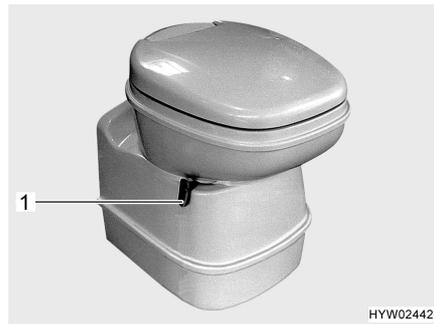
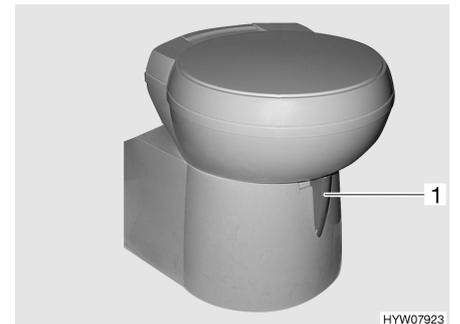

Fig. 88 Cuvette Thetford, orientable
Fig. 89 Cuvette Thetford, orientable (alternative)
- Avant d'actionner la chasse d'eau, ouvrir le curseur des toilettes Thetford. Pousser pour cela le levier du curseur (Fig. 88, 1 ou Fig. 89, 1) dans le sens inverse des aiguilles d'une montre.
- Tourner le levier du curseur (Fig. 88, 1 ou Fig. 89, 1) dans le sens des aiguilles d'une montre. Le curseur se ferme. Pour la vidange il **faudrait** que le curseur des toilettes Thetford soit fermé.